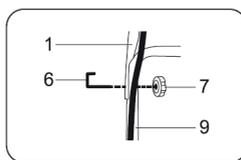

Рис. 3
- Совместите отверстия средней стойки (9) с отверстиями на верхней рукоятке (1). Установите скобу крепления ручки (6) и закрепите гайками-барашками (7) с двух сторон (Рис. 3).